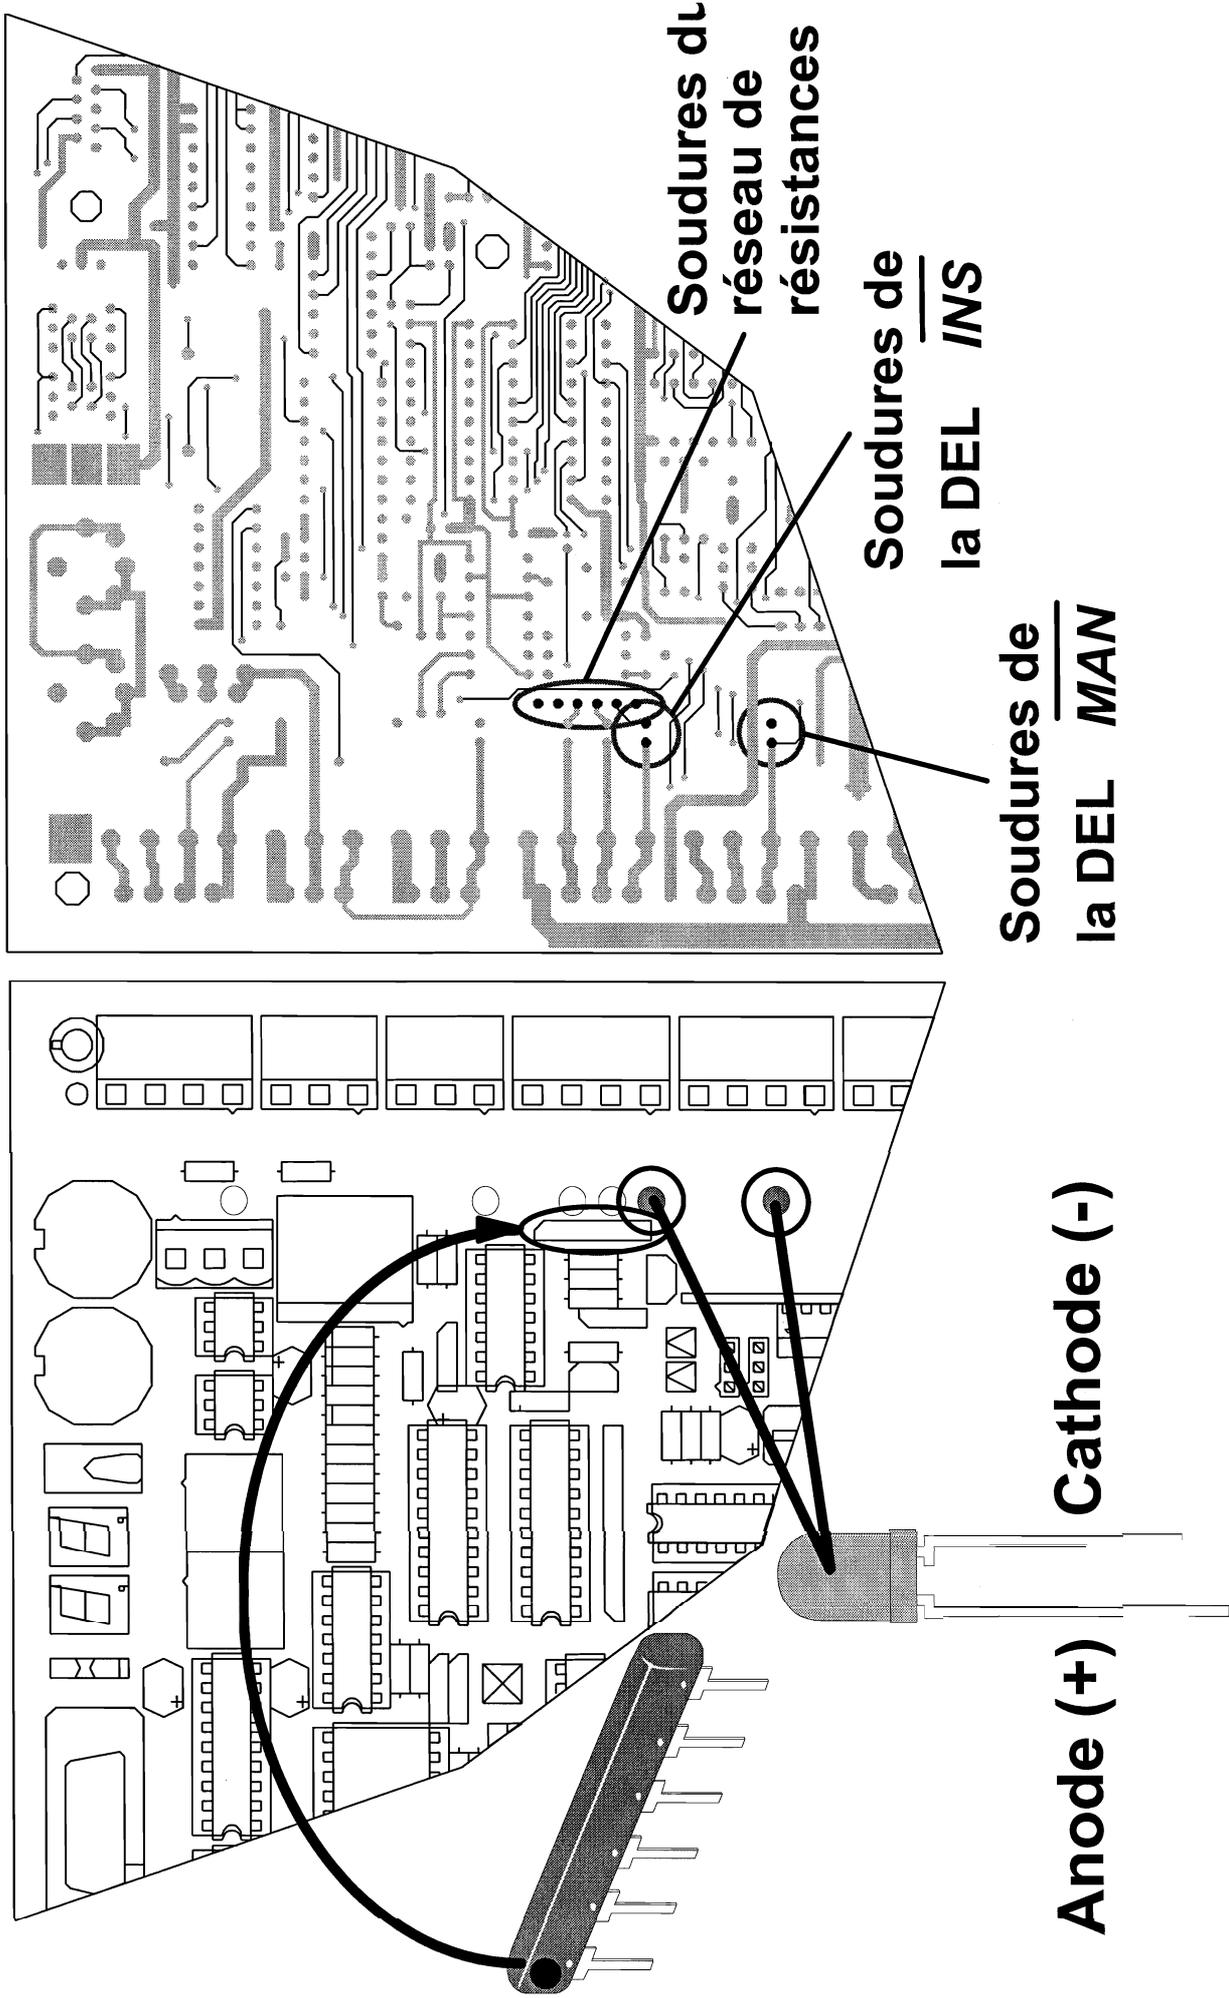

Figure 10 Câblage de la polarisation des entrées INS et MAN de la carte N10
- Au sens de câblage du réseau de résistance. Le réseau comporte un marquage sous la forme d'un **point de couleur**: qui doit se trouver **vers le haut** (voir Figure 10, page 24),
- Au sens de câblage des 2 diodes électroluminescentes des entrées INS et MAN. Les deux diodes doivent être câblées **cathode vers la droite** et cette cathode est indiquée par la **queue la l u s courte** (voir Figure 10, page 24).